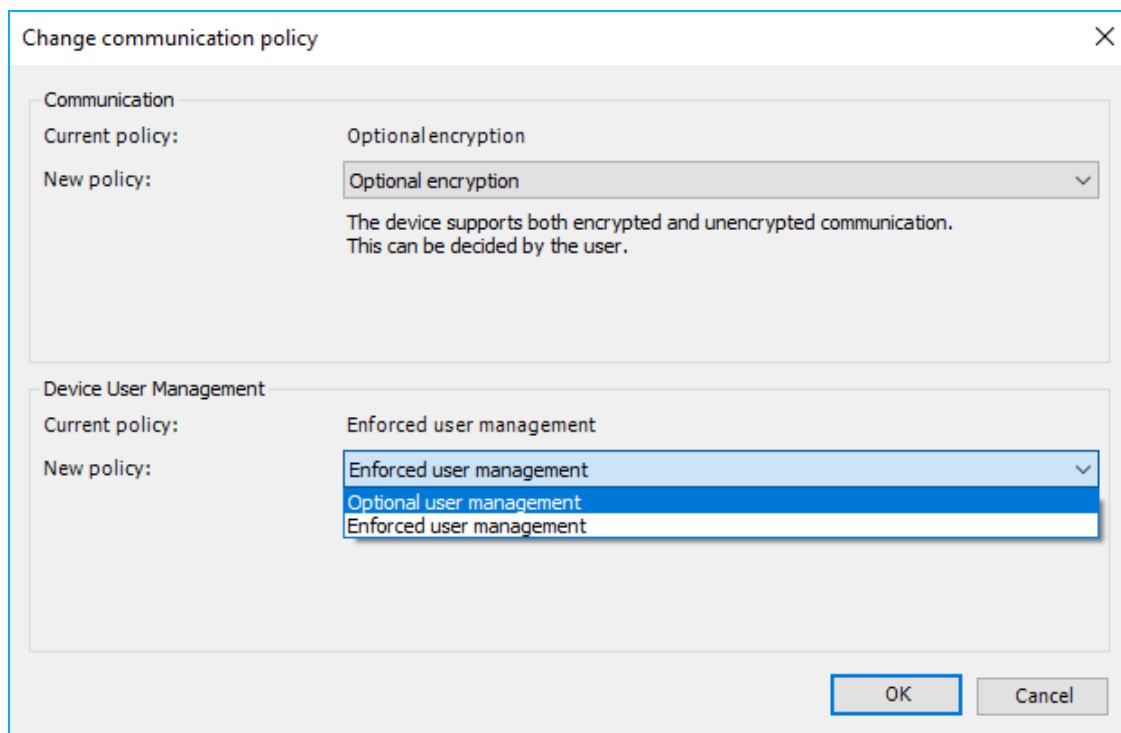

Рисунок 130 – Окно изменения политики соединения
- выберите **Устройство** ▾ (**Device**) ⇒ **Change communication policy...(Изменить политику соединения...)**. Откроется окно следующего вида (Рисунок 130):